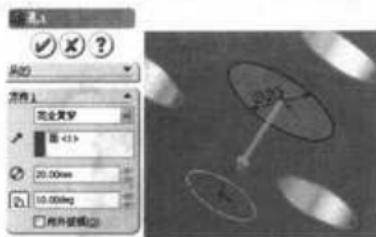

图 11-12 创建简单直孔
(1) 单击圆盘面, 使其成为草图绘制平面。单击标准视图工具栏中的 \square (正视于) 工具, 使其成正视。
(2) 创建简单直孔。单击特征工具栏中的 \square (简单直孔) 工具, 或单击菜单栏中的“插入” \rightarrow “特征” \rightarrow “钻孔” \rightarrow “简单直孔”命令, 显示“孔 1”属性管理器, 在“孔直径”文本框中输入 20mm, 打开拔模开关, 设置拔模角度为 10°。单击 \checkmark (确定) 按钮, 生成“孔 1”特征, 如图 11-12 所示。